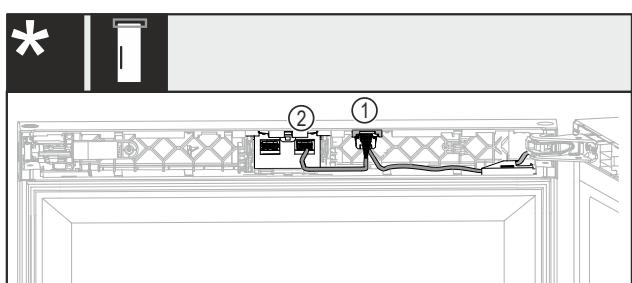

Fig. 39 Ohne Schloss oder mit mechanischem Schloss*
- Stecker mit beiden Kabeln *Fig. 39 (1)* in die Führung einschieben.*
- Stecker mit einem Kabel *Fig. 39 (2)* im rechten Nest einrasten.*